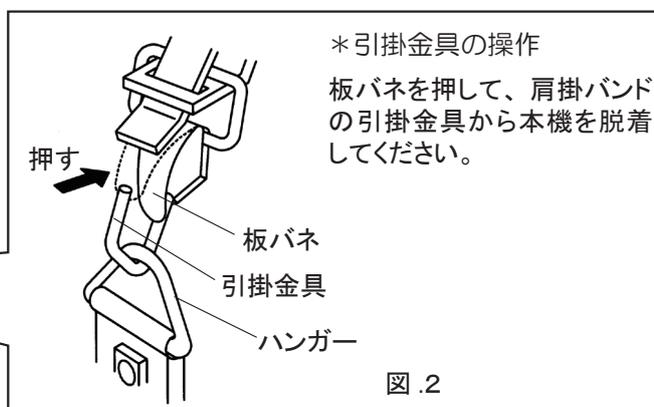

図.2
- ② 図.2のように、肩掛バンドの引掛金具を本機のハンガーに引っ掛けてください。
- ③ マルチカッターを身体の右側に吊り下げ、刈刃が地面と平行になるようにバンドの長さを調整してください。